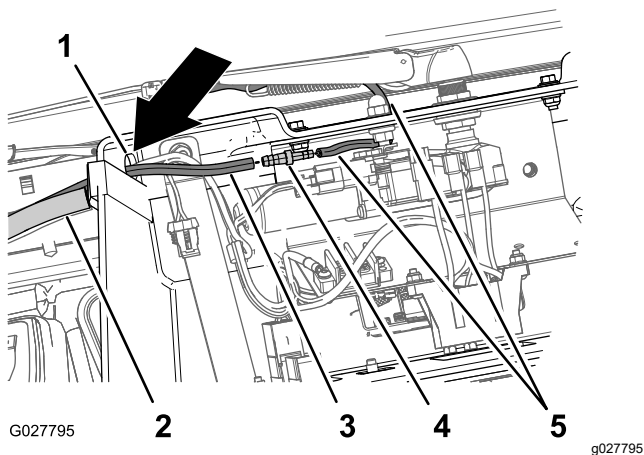

Figura 38
1. En la consola superior, pase 1 extremo de la manguera a través del orificio de la consola superior (Figura 38)
- Introduzca el extremo pequeño del acoplamiento dentado a fondo en el extremo de la manguera del brazo del limpiaparabrisas (Figura 38).
- Introduzca el extremo grande del acoplamiento dentado a fondo en el extremo de la manguera hasta que se asiente por completo (Figura 38).